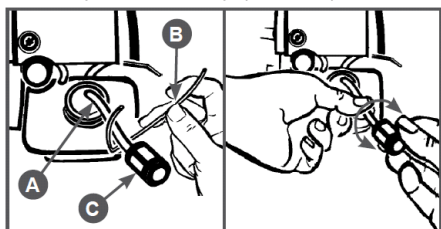

Рис. 24 Извлечение топливного фильтра
2. Согните кусок мягкого провода в виде небольшого крючка В (Рис. 24).
- Зацепите крючком топливный шланг А с фильтром С и вытяните через заливную горловину (Рис. 24).